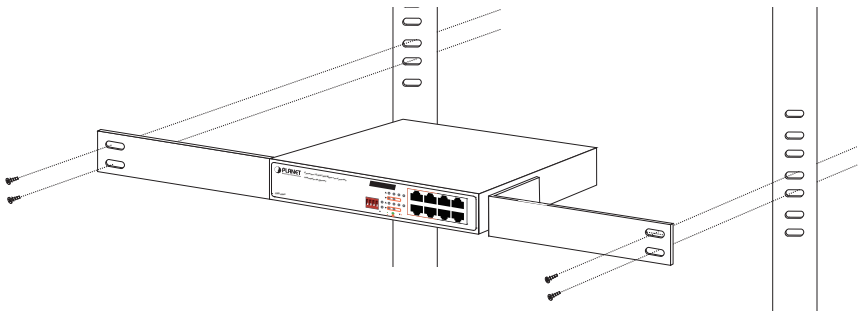

Figura 3-3: Montaje del GSD-804P en un bastidor
Paso 5: Después de que los soportes estén conectados al GSD-804P, use tornillos adecuados para fije firmemente los soportes al bastidor, como se muestra en la Figura 3-3.